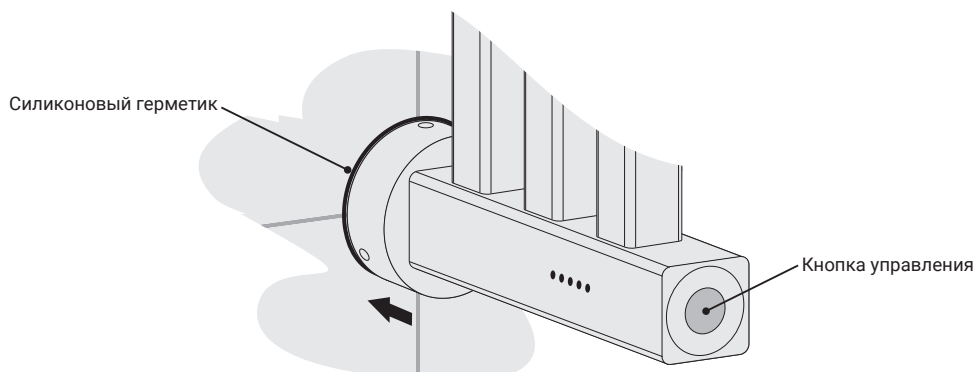

Рис.10
4.2.7. Для повышения степени защиты произвести герметизацию шва силиконовым герметиком по контуру примыкания коробки скрытого подключения и стены (рис. 10).